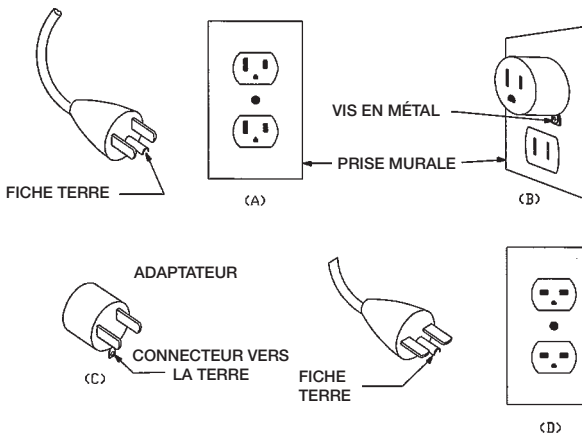

FIGURE 82.1
- Cette machine est conçue pour être branchée sur un réseau électrique ayant des prises femelles ressemblant à celle du croquis A figure 82.1. La machine est équipée d'une fiche ressemblant à celle du croquis A figure 82.1. Si vous ne disposez pas d'une prise femelle avec terre, vous pouvez utiliser, de manière provisoire, un adaptateur, ressemblant au croquis C, pour la brancher sur une prise 2 pôles sans terre. Cette solution provisoire doit uniquement être adoptée en attendant de faire installer une prise conforme par un électricien qualifié. La borne rigide verte sortant de l'adaptateur doit être raccordée sur une terre permanente.